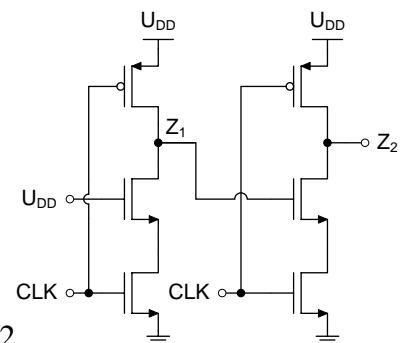

Bild 5.2
- e) Warum können dynamische Gatter nicht kaskadiert (gleiche Gatter hintereinandergeschaltet) werden? Erklären Sie an einem Beispiel mit zwei kaskadierten Invertern (siehe Bild 5.2) das Problem! (2 P)